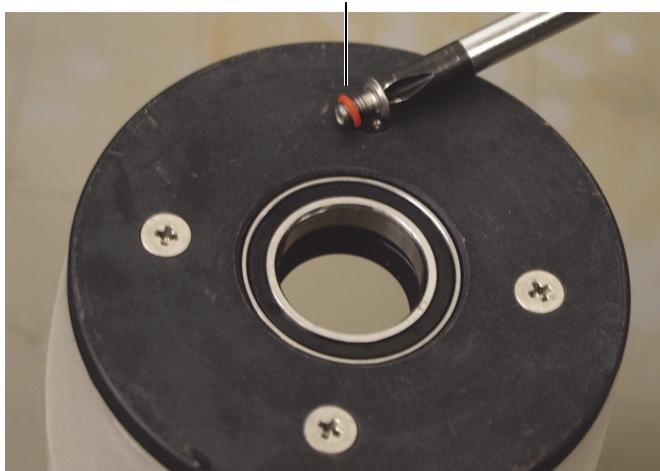

图 6-19 取下未装有其它配件的凸缘上的外置紧固螺钉
1. 取下声学轮未装有其它配件的凸缘上的4个外置紧固螺钉（参见第92页的图 6-19）。